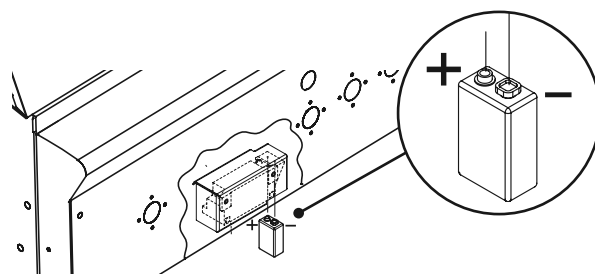

FIG. 24
- ① Retirez le ramasse-gouttes.
- ② Ouvrez la porte du chariot (modèle à chariot seulement).
- ③ Tirez la pile vers le bas (servez-vous d'une pince aubesoïn).
- ④ Remettez-la en place vers le haut et poussez jusqu'à entendre un déclic (la polarité est indiquée à la Fig. 24).